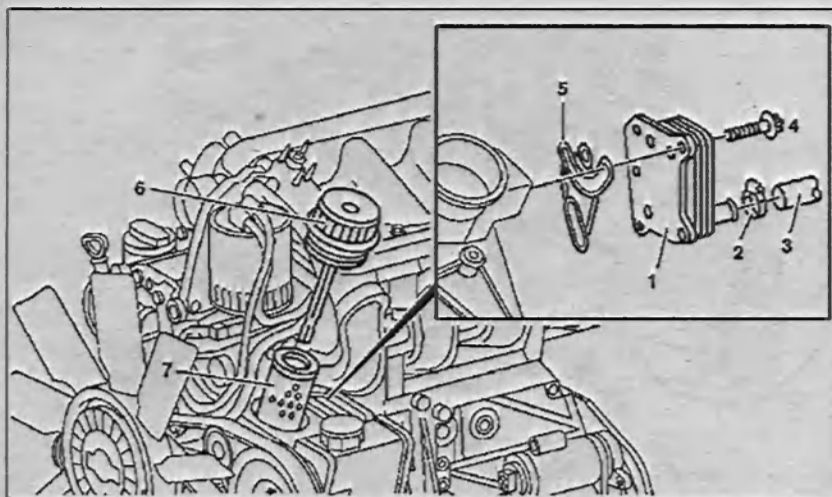

Рис. 3.60. Снятие и установка масляного радиатора:
2. Открутите крышку 6 масляного фильтра (рис. 3.60). Извлеките фильтрующий элемент 7 после того, как масло стечет в поддон.